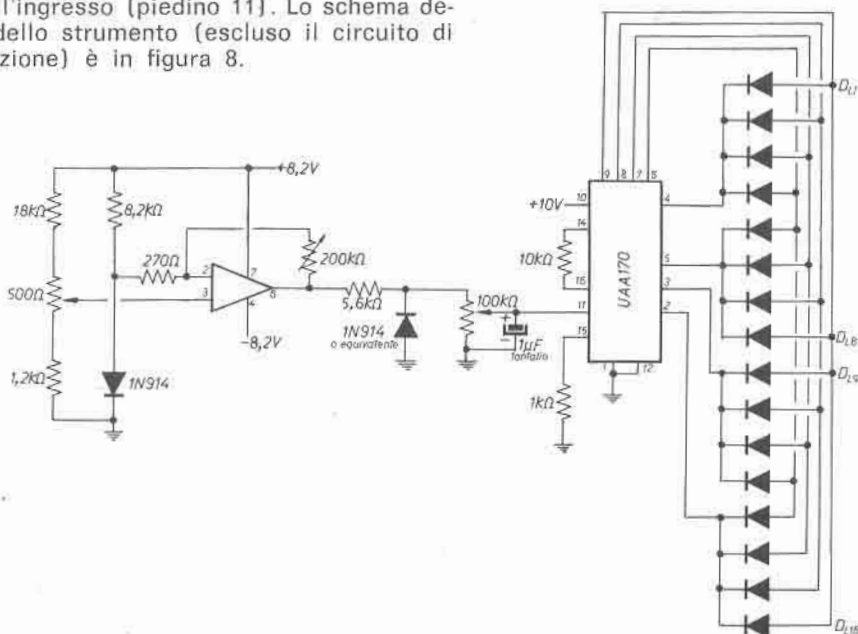
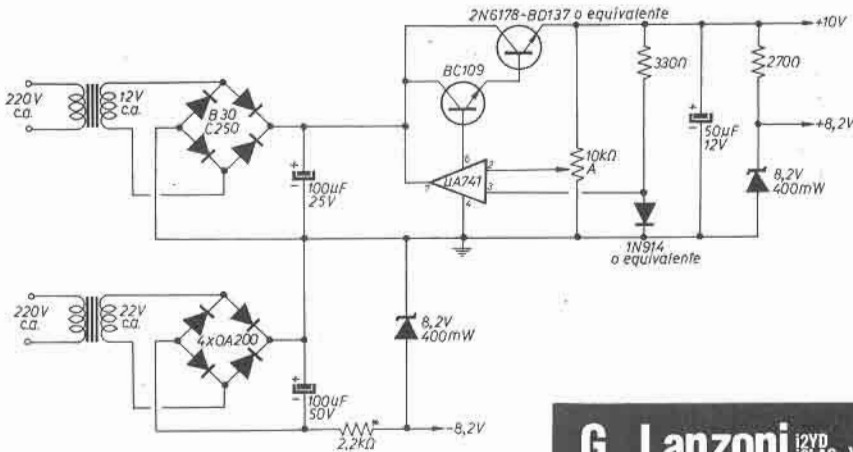

figura 8
figura 9
La realizzazione descritta adotta un altro tipo di visualizzazione utilizzando un integrato abbastanza recente, lo UAA170 che provvede ad accendere uno dei 16 led posti all'uscita in funzione della tensione che riceve all'ingresso (piedino 11). Lo schema definitivo dello strumento (escluso il circuito di alimentazione) è in figura 8.
In figura 9 c'è lo schema dell'alimentatore c.a.
**I trimmer** dello schema di figura 8 sono trimpot multigiri, quello da 10 kΩ in figura 9 può essere normale.
Prima di tutto è bene realizzare l'alimentatore e provare le tensioni a vuoto: si regola il trimmer da 10 k $\Omega$  per ottenere 10 V in uscita. Si collega il tutto al circuito di figura 8.